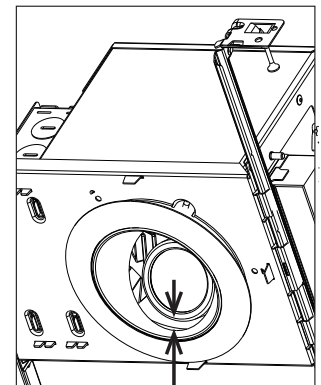

Figure 11
Step 4. After the fixture is aimed, the trim needs to be oriented correctly and installed in the housing. If the trim is an "angle cut" trim, it is necessary to orient the portion of the trim that is lower near the optic (Fig. 11).
Paso 4. Después de colocar el artefacto en posición, la moldura debe orientarse correctamente e instalarse en la carcasa. Si la moldura es una de "corte angular", es necesario orientar la porción de la moldura que está más cerca de la óptica (Fig. 11).